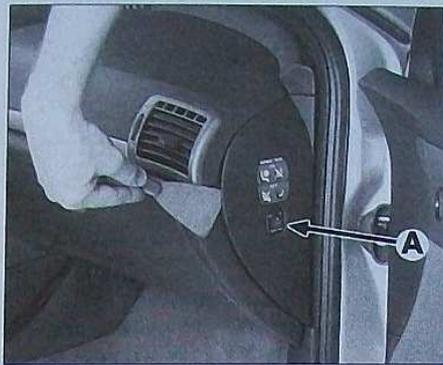

FIG. 12
- le cache latéral G et D (Fig.12).